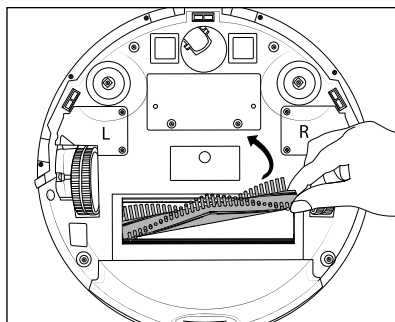

Fig. 15
- ◆ Prindeți peria rotativă **18** pe partea dreaptă și scoateți-o din aparat (a se vedea fig. 15). Îndepărtați părul și murdăria cu ajutorul periei de curățare **10**.